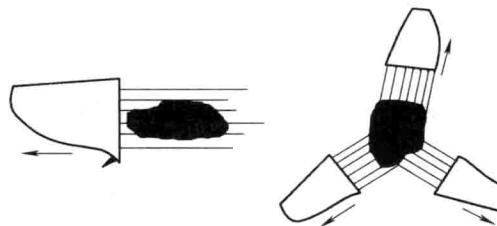

图 1-11 运刀方向
**提示：**刮刀刮腻子时要纵向运刀，如填补的区域为圆形，可按图 1-11 所示施工。涂刮时，要轻度按压腻子，刮刀每次盛的腻子要适量，填补时可比实际需要量多一些。一次涂层不宜太厚，最好分成几次涂刮，以避免出现气泡和针孔。当上道腻子半干以后才施下一道腻子。